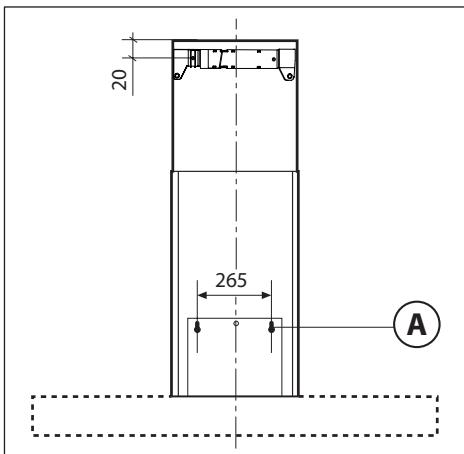
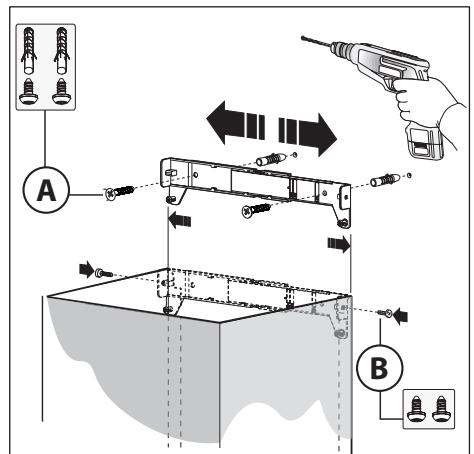

Fig.2
Fig.3
- Borra hålen **A** och ta hänsyn till de angivna mättien (Fig.2).
- Reglera bredden för överdelens fästen (Fig.3).
- Fäst sedan fästet i taket med skruvarna **A** (Fig.3) så att det är i linje med din spiskåpa och ta hänsyn till avståndet till taket som anges i Fig.2.
- Dra upp överdelen till fästet och fäst den med skruvarna **B** (Fig.3).